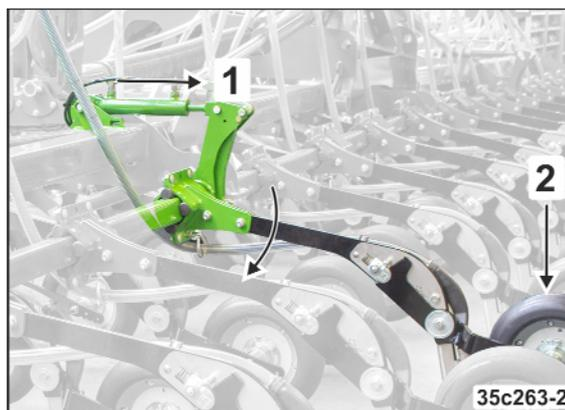

Рис. 180
1. Чем дальше выдвинут гидроцилиндр (Рис. 182/2), тем больше угол поворота сошников бруса (Рис. 180/1), при этом давление сошников увеличивается (Рис. 180/2).